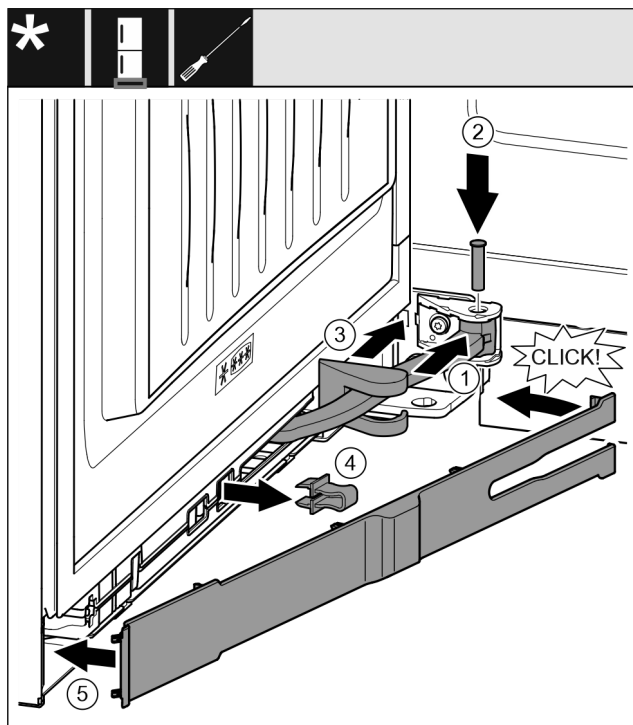

Fig. 63
- ▶ Otočte kloub Fig. 63 (1) v závěsu.
- ▶ Šroubovákem vložte čep Fig. 63 (2) do závěsu a kloubu. Přitom dávejte pozor, aby byla zajišťovací vačka správně usazena v drážce.
- ▶ Posuňte kryt stojanu ložiska Fig. 63 (3) podél kloubu a namontujte nad závěsem.
- Pojistku Fig. 63 (4) vytáhněte.
- Záslepku Fig. 63 (5) na straně madla nasadte a sklopte.